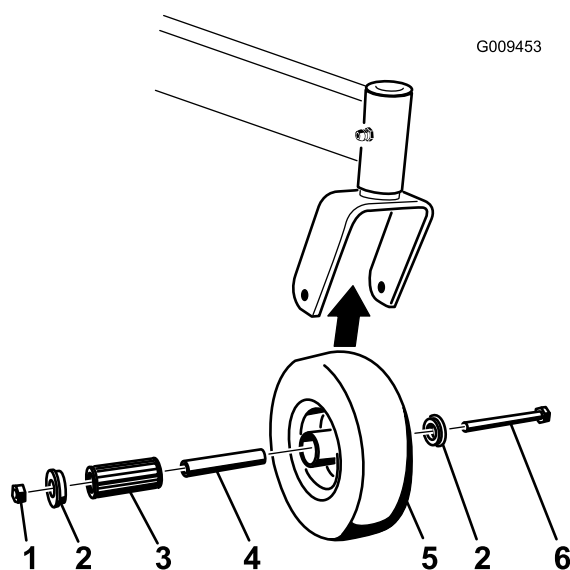

Figure 61
1. Enlevez le contre-écrou et le boulon de fixation de la roue pivotante à la chape (Figure 61).
2. Enlevez une bague, puis sortez la douille pour clé et le roulement à rouleaux du moyeu de roue (Figure 61).
3. Enlevez l'autre bague du moyeu, puis nettoyez la graisse et les saletés éventuellement présentes dans le moyeu (Figure 61).
Remarque: Remplacez les pièces endommagées ou usées (Figure 61).
5. Placez une bague dans le moyeu (Figure 61).
6. Lubrifiez le roulement à rouleaux et la douille pour clé, et insérez-les dans le moyeu (Figure 61).
7. Mettez la deuxième bague dans le moyeu (Figure 61).
8. Montez la roue pivotante dans la chape à l'aide du boulon et du contre-écrou (Figure 61).
9. Serrez le contre-écrou jusqu'à ce que la base de la douille pour clé soit en appui contre l'intérieur de la chape (Figure 61).